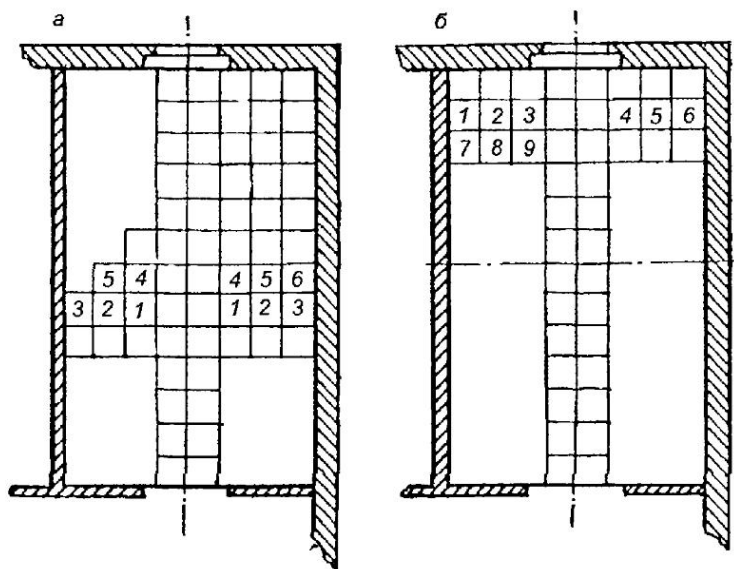

Рис. 169. Полы из синтетических плиток
**Полы из синтетических плиток** (рис. 169). Обычный материал для таких полов — поливинилхлоридные плитки.
**Прямоугольный рисунок пола.** Плитки укладывают рядами, параллельными стенам помещения, и диагональными, если ряды плиток укладываются под углом  $45^\circ$  к стенам. При прямоугольном рисунке пола натягивают два осевых взаимно перпендикулярных шнура — продольный и поперечный. Вдоль шнуров раскладывают насухо плитки так, чтобы их кромки касались шнуров. Если целое число плиток не укладывается, шнуры смещают или обрезают крайние в ряду плитки. Затем на мастике приклеивают маячные полосы, состоящие из двух рядов плиток, уложенных по обе стороны шнуров. После этого укладывают остальные плитки приемами «на себя» или «от себя» (рис. 169). Укладку ведут по заранее разработанным «картам» раскроя. Для более плотного прилегания плиток к основанию и для удаления воздушных прослоек плитки осаживают ударами резинового молотка. Резку плиток производят с помощью резакон различной конструкции или ножами с помощью линейки.